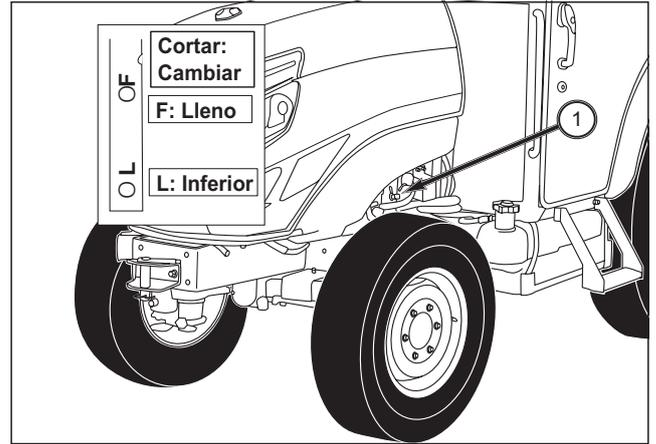

FIG. 150
FIG. 150: Para comprobar el nivel de aceite de motor: aparque el tractor en un terreno llano. Deje que el motor se enfríe lo suficiente antes de revisarlo. Saque la varilla de nivel (1) y compruebe que el nivel de aceite está entre el límite superior, F, y el límite inferior, L, de la varilla. Limpie la varilla de nivel, vuelva a introducirla en el motor y compruebe de nuevo el nivel de aceite. Si el nivel de aceite es superior a la parte indicada en la varilla de nivel, sustituya el aceite de motor inmediatamente para evitar problemas con el motor.